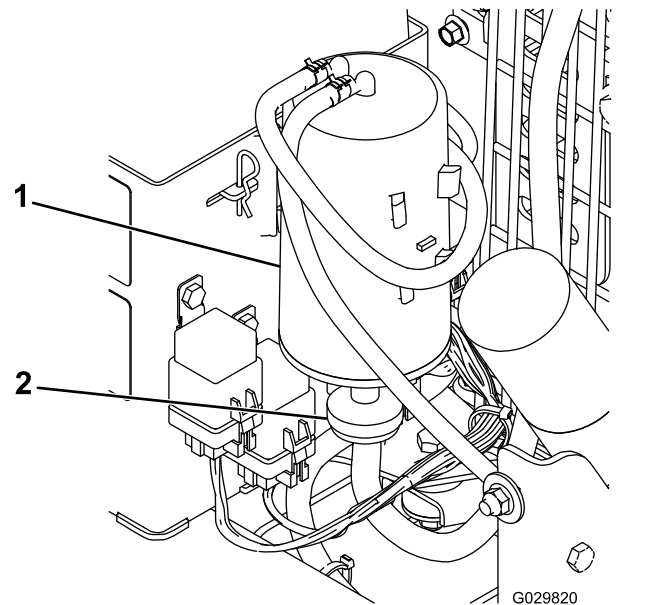

図 14
2. カーボンキャニスタフィルタを取り外して廃棄する 図 14。